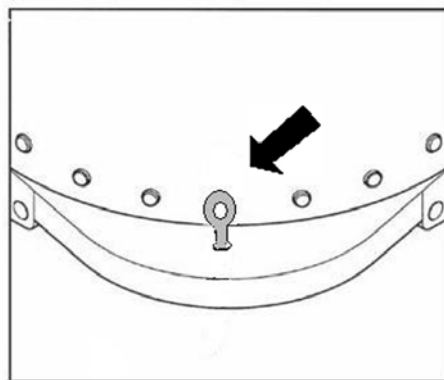

图 11
这时才拆下切换开关油室底部耦合器上的锁止带(图 11)。
这时才拆除分接选择器耦合器上的锁止带(图 11)。之后一定不要再转动耦合器。
(6) 取下切换开关上涂有红色油漆标志的定位件(图 11)。
(7) 拆下切换开关油室上连接引线的 M10 螺母、屏蔽罩等零件,将分接选择器引线紧固在切换开关对应的引出触头上,并盖上屏蔽罩。